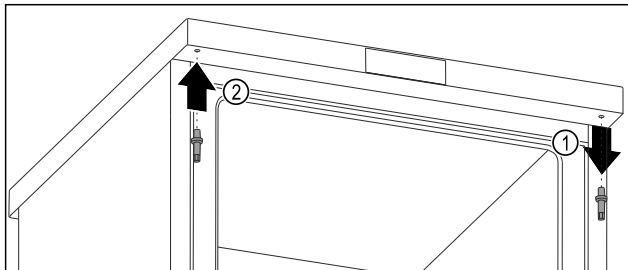

Fig. 21
- Svitare il perno superiore con una chiave esagonale. Fig. 21 (1)
- Avvitare il perno sul lato opposto con una chiave esagonale. Fig. 21 (2)